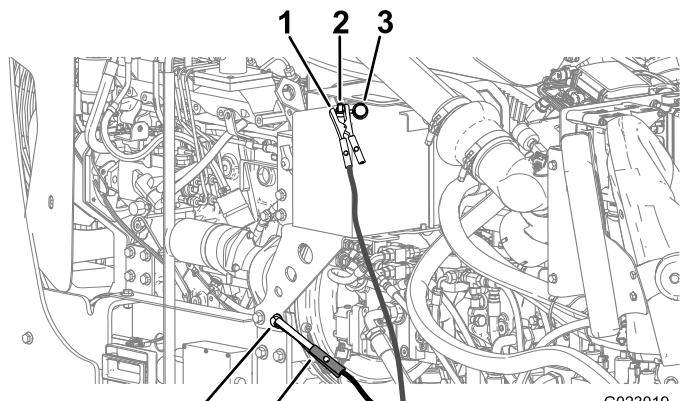

Figura 94
6. Retire la tapa del borne de la batería (Figura 94).
7. Conecte el cable puente positivo (+) al borne de la batería (Figura 94).
8. Conecte el cable puente negativo (-) a una conexión de tierra, por ejemplo un perno o un travesaño del bastidor sin pintar (Figura 94).
10. Cuando el motor arranque, la otra persona debe desconectar el cable puente negativo (-) del bastidor, y luego desconectar el cable puente positivo (+) (Figura 94).